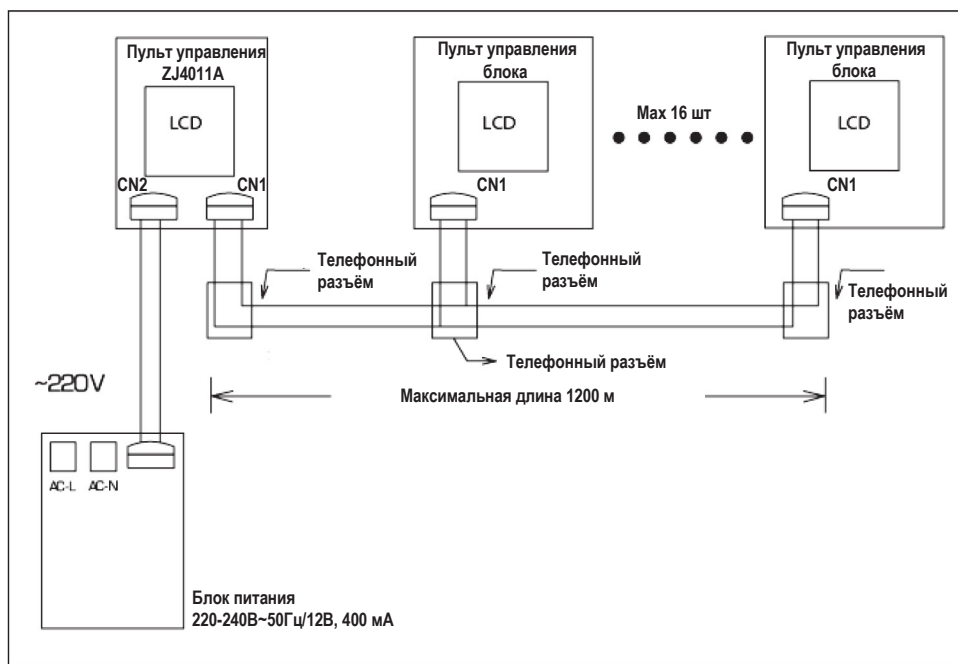

Рис. 6.2
6.2 К одному центральному пульту может быть подключено до 16 кондиционеров данного типа (SENGLE GROUP) Рис. 6.2.